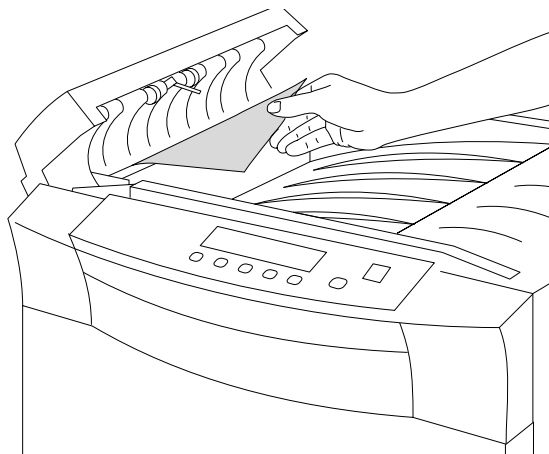

Figura 3-62 Rimozione della carta inceppata dall'area del coperchio di espulsione
2. Rimuovere la carta inceppata nell'area del coperchio dell'unità di espulsione (Figura 3-62) e chiudere il coperchio.